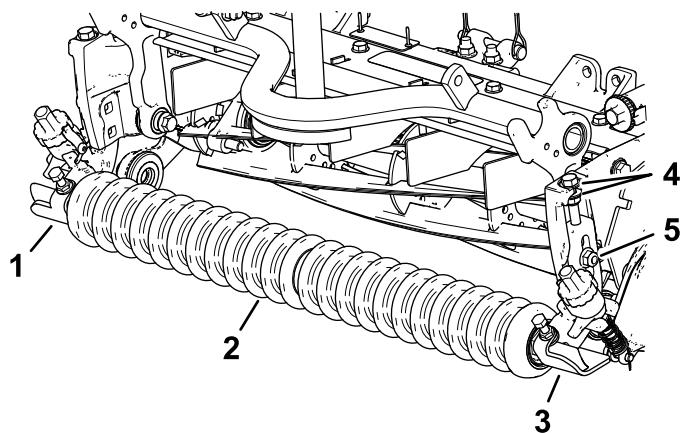

Figura 10
1. Instale provisionalmente los conjuntos de soporte ADC izquierdo y derecho y el conjunto de rodillo delantero en las chapas laterales de la unidad de corte usando los pernos de cuello cuadrado que retiró anteriormente (Figura 10).